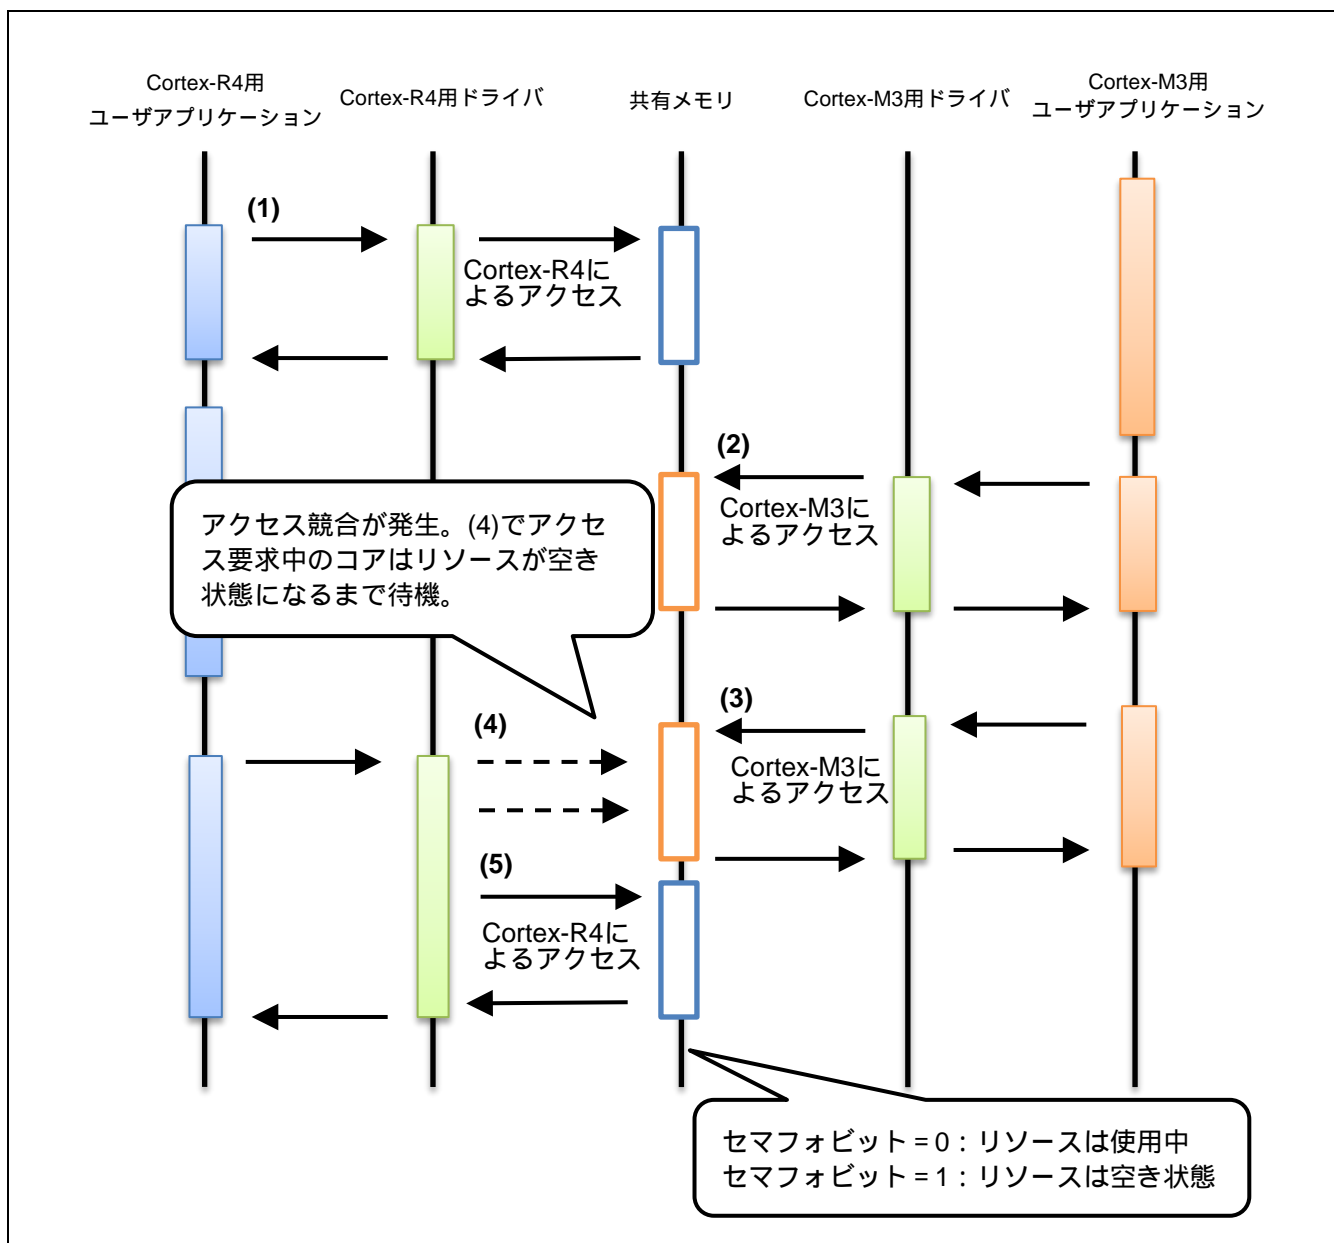

図8.7 ソフトウェア動作シーケンス
- (1) 一方のコアが、必要とするリソースに対応するセマフォレジスタを読み出します。セマフォビットの値が“0”の場合、“1”になるまでレジスタを読み出し続けます。
- (2) “1”を読み出し、対象リソースが空き状態であることを確認します。この時、セマフォビットは“0”にクリアされ、当該コアがリソースを使用中であることが表示されます。
- (3) 共有メモリにアクセスします。
- (4) アクセスが終了したら、該当ビットに“1”を書きこみ、そのリソースが空き状態であることを表示します。
- (5) 図8.7の(1)、(2)、(3)のアクセスの場合、リソースは空き状態で、共有メモリへのアクセスが直ちに行われます。(4)のアクセスでは、先行する(3)のアクセスが進行中です。(4)でアクセス要求中のコアは、(3)のアクセスが終了し、リソースが空き状態になるまで待機します。アクセスの競合はこのようにして解消されます。